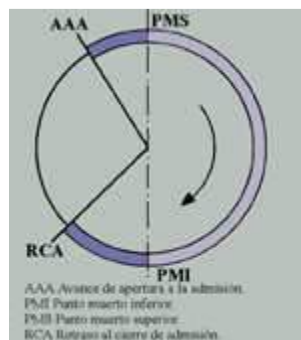

Fig. 5
**Válvula de admisión (fig.5)**